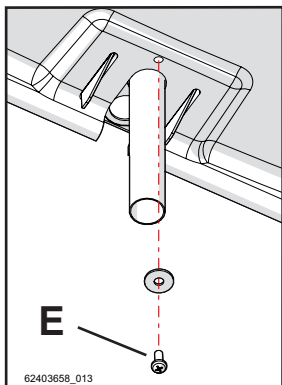

Figura 5-73
- 7 - Bloccare la copertura con l'apposita vite di serraggio "E", come mostrato in figura 5-73.
- Rimuovere la vite di fissaggio "E" di figura 5-73;